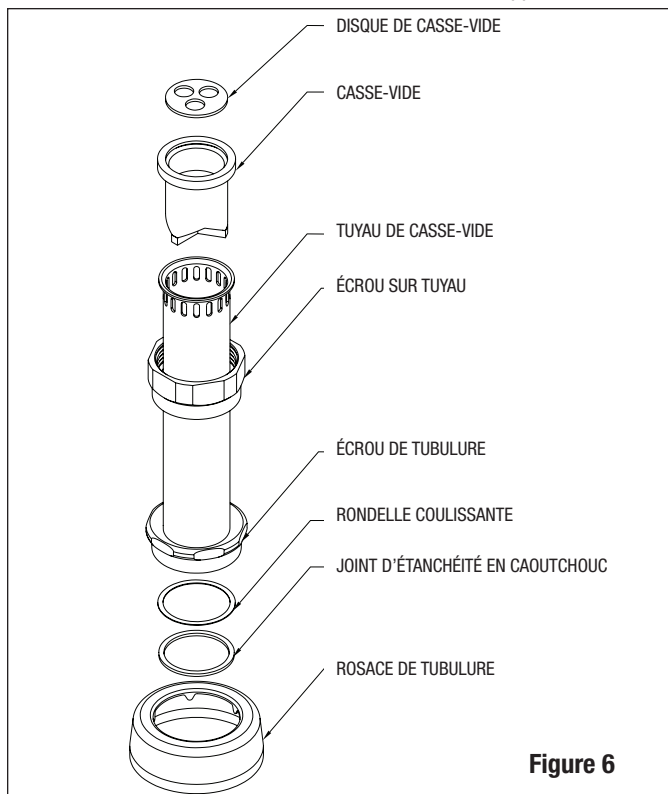

Figure 6
ÉTAPE 6 Raccordement de casse-vide (figure 6)